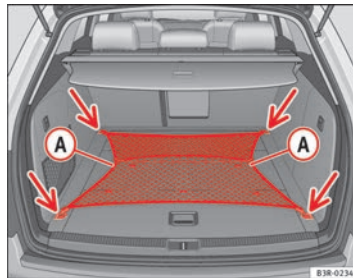

Fig. 118 Rete fermacarico distesa
- Agganciare la rete fermacarico ai quattro occhielli di ancoraggio -frecce- ⇒ **fig. 118**.